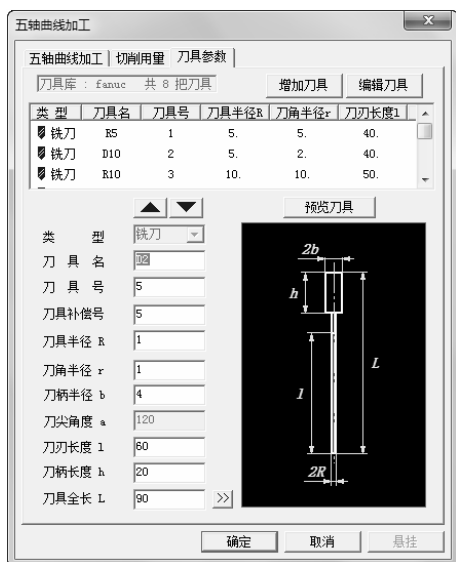

图 5-81 “刀具参数”选项卡
3) 单击“刀具参数”选项卡，选择刀具名称为“D2, r1”的铣刀，D 代表刀具直径，r 代表刀角半径的球刀。具体“刀具参数”参数数值如图 5-81 所示。